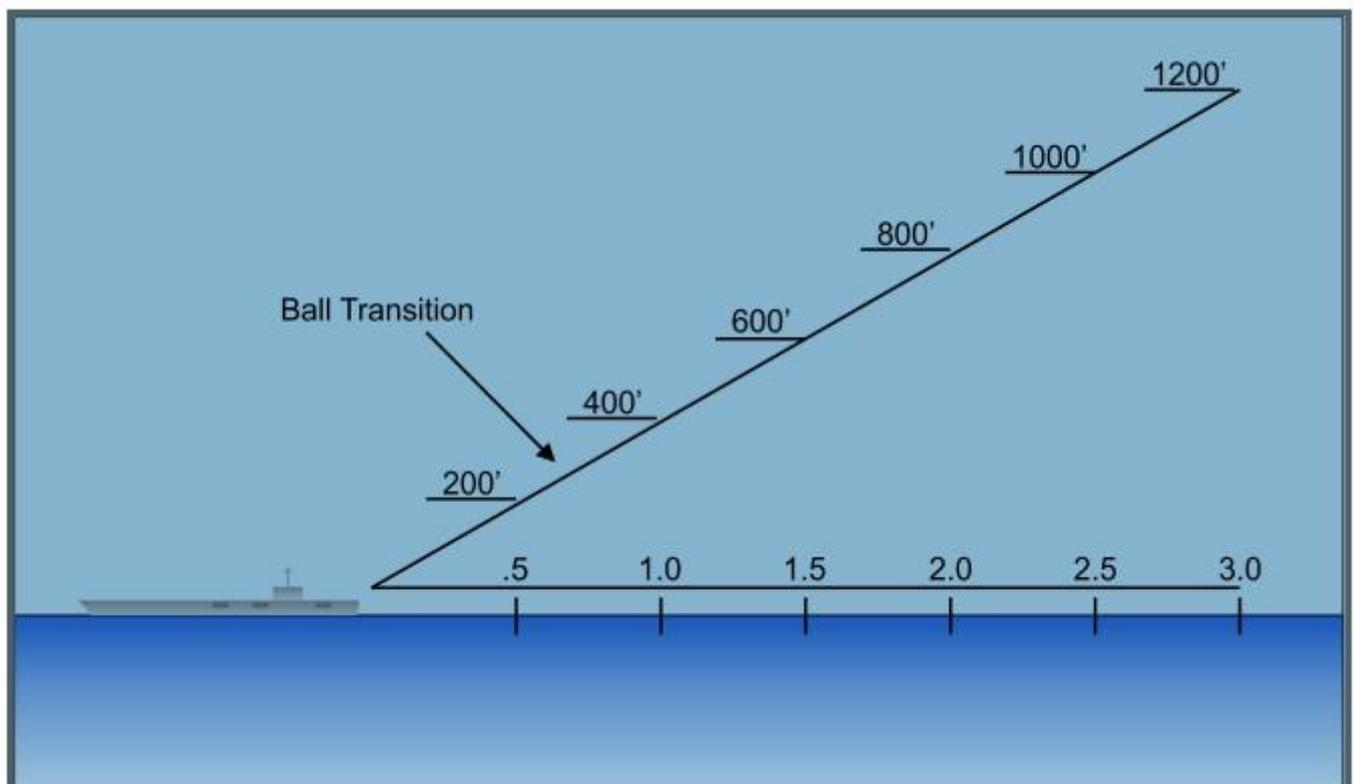

Figure 8 : point de vérification altitude / distance
- Continuez à effectuer des vérifications croisées d'altitude / distance sur des points clés de descente (figure 8)
- Effectuez des vérifications croisées d'altitude / distance sur des points clés de descente (figure 8)